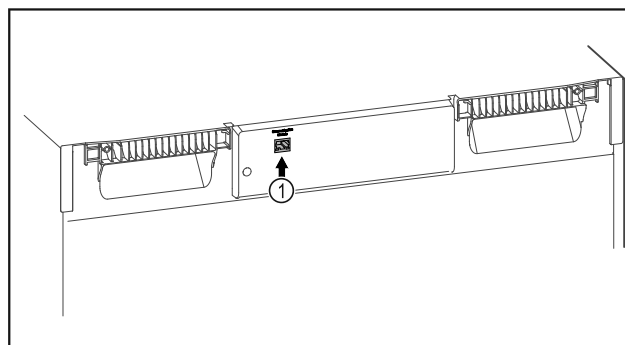

Fig. 143
- ❑ Le SmartModule Fig. 143 (1) est installé.